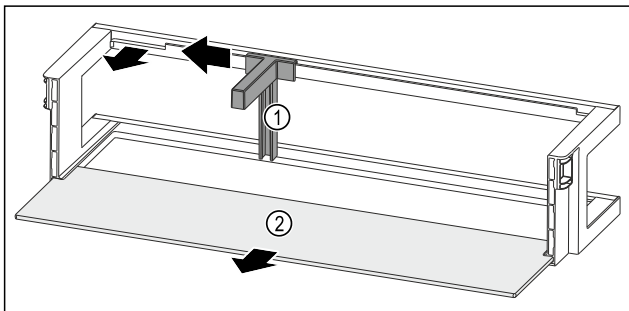

Fig. 89 Balconnet de contre-porte avec porte-bouteilles et tablette de rangement
- Pousser le porte-bouteilles Fig. 89 (1) sur le côté jusqu'à l'évidement.
- Retirer le porte-bouteilles Fig. 89 (1).
- Retirer la tablette de rangement Fig. 89 (2).